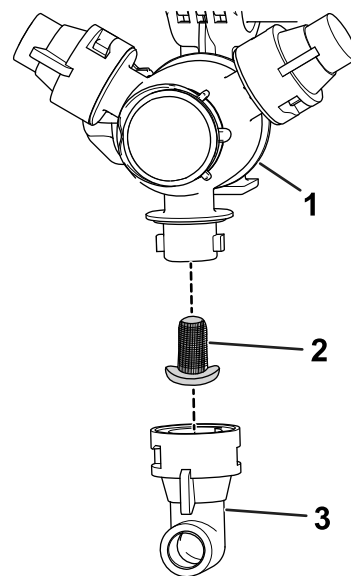

Figure 115
2. Retirez la buse de la tourelle de pulvérisation (Figure 115).
3. Retirez le filtre de buse usagé (Figure 115).
4. Montez le filtre de buse neuf (Figure 115).
5. Installez la buse sur la tourelle de pulvérisation (Figure 115).